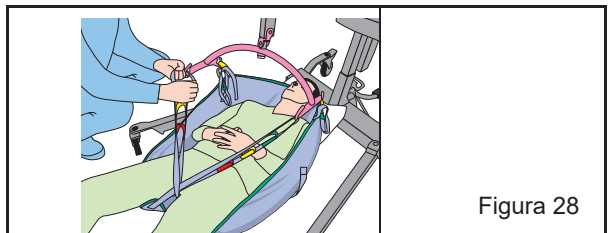

Figura 28
- Deslice las bandas para las piernas del sling por debajo de los muslos del paciente y enganche las cintas de ambas bandas al bastidor de forma transversal. Es decir, las cintas se amarran a los ganchos opuestos. Cuando haga el amarre transversal, pase una de las cintas a través de la otra. Utilice las cintas que se adapten mejor a la complexión del paciente. Cerciérese de que las cintas de ambas piernas sean del mismo color (véase la figura 28).